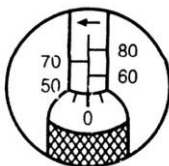

FIG1 50Nm
- 5) Verriegeln Sie den Griff, indem Sie die Feststellmutter im Uhrzeigersinn drehen. Der Schlüssel ist nun auf 56 Nm eingestellt und einsatzbereit. Siehe Abbildung 1 und 2.